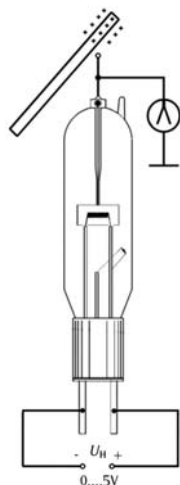

Fig. 1a Struttura del circuito per la dimostrazione dell'effetto Edison mediante un elettroscopio
- Realizzare il collegamento come illustrato nella fig. 1a/b.